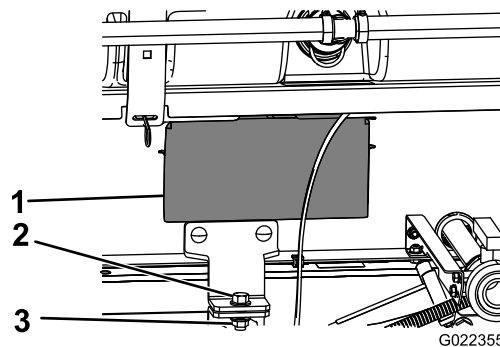

Figura 36
- Retire os painéis de acesso em ambos os lados da estrutura do patim (Figura 36).
- Prenda o suporte de fixação do conjunto do patim do depósito à estrutura da plataforma na estrutura de cada lado da máquina com um parafuso (½ pol. x 1½ pol.) e uma porca de bloqueio (½ pol.) como se mostra na Figura 36.